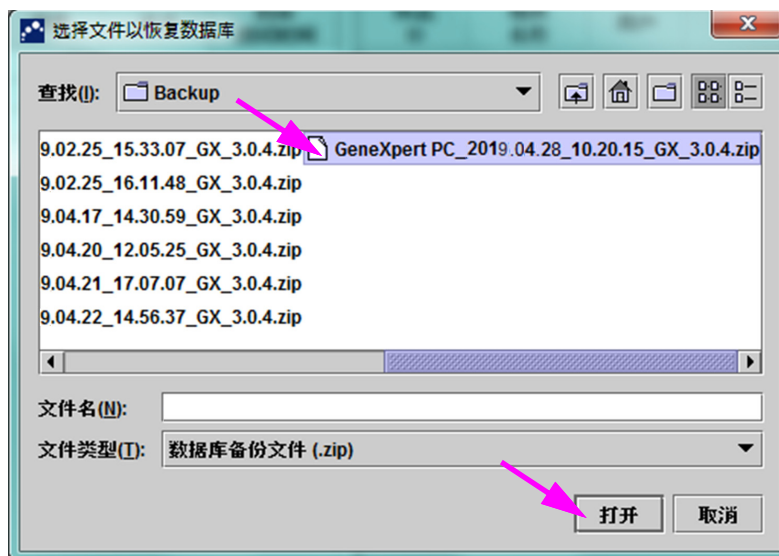

图 5-80. “选择用于恢复数据库的文件”屏幕，显示出文件名
单击**取消**不备份数据库，直接转到“选择用于恢复数据库的文件”屏幕（参见图 5-80）。
6. 单击**确定**。出现“选择用于恢复数据库的文件”屏幕。参见图 5-80。